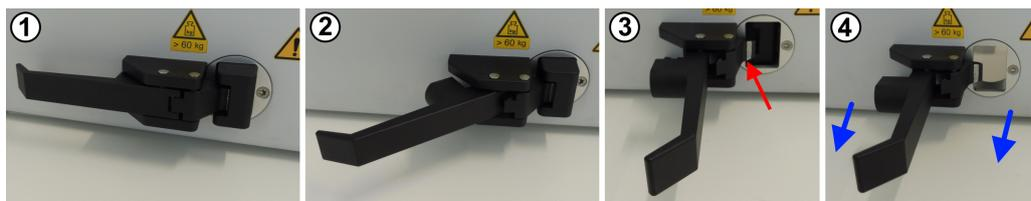

Figure 7-4 : Procédure d'ouverture manuelle
1. Ouvrez la poignée de la position 1 à la position 2 sur la Figure 7-4.
2. Continuez à ouvrir la poignée de la position 2 à la position 3 sur la Figure 7-4.
2. Assurez-vous que la poignée est en position entièrement ouverte à un angle de 90° par rapport à la porte, comme sur les photos 3 et 4 de la Figure 7-4.
4. Déplacez la poignée de la position 3 à la position 2 sur la Figure 7-4.
5. Continuez à fermer la poignée de la position 2 à la position 1 sur la Figure 7-4.